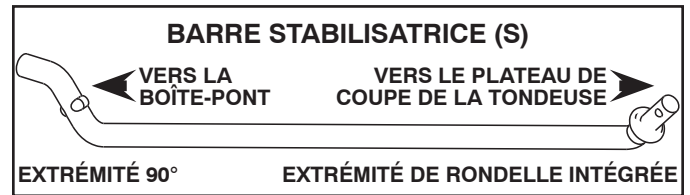

Fig. 30
5. LE CAS ÉCHÉANT, INSTALLER LA BARRE STABILISATRICE (S). (Voir la Fig. 30 - 32)